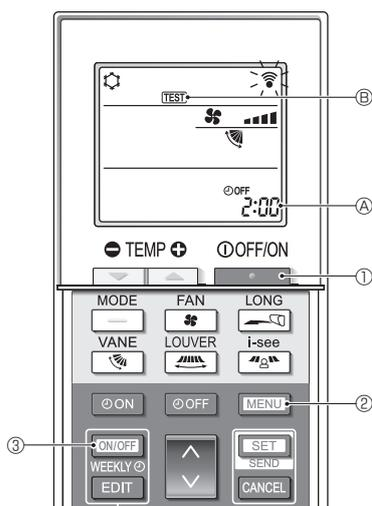
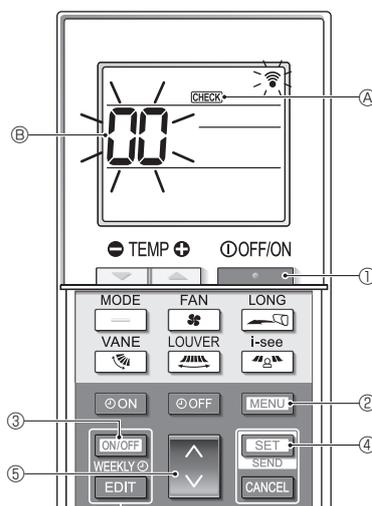

Fig. 7-5
Fig. 7-6
■ Prueba de funcionamiento (Fig. 7-5)
- Pulse el botón ① para detener el acondicionador de aire.
- Si el temporizador semanal está activado (se muestra **WEEKLY**), pulse el botón ③ para desactivarlo (no se muestra **WEEKLY**).
- Pulse el botón ② durante 5 segundos.
- Pulse el botón ②.
- Se muestra **TEST** ④ y la unidad entra en el modo de prueba de funcionamiento.
- Pulse el botón ① para detener la prueba de funcionamiento.
■ Autocomprobación (Fig. 7-6)
- Se muestra **CHECK** ④ y la unidad entra en el modo de autocomprobación.
- Pulse el botón ⑤ para seleccionar la dirección del refrigerante (dirección M-NET) ⑥ de la unidad interior para la que desea realizar la autocomprobación.
- Pulse el botón ④.
- Pulse el botón ①.
- CHECK** ④ y la dirección del refrigerante (dirección M-NET) ⑥ se apagan y se completa la autocomprobación.